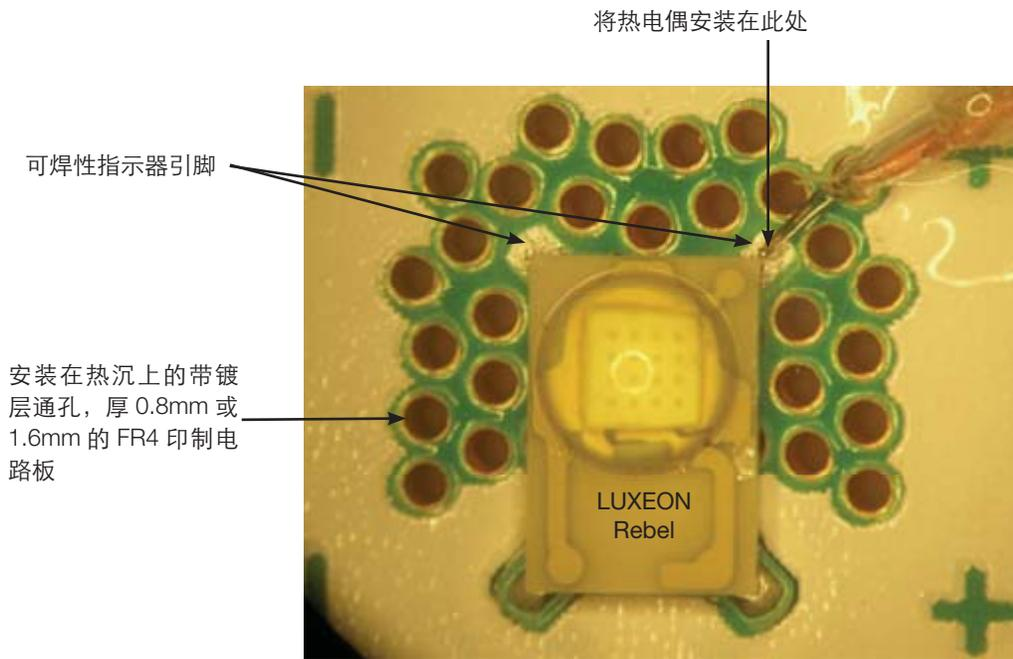

图 1. 可焊性指示器引脚与热电偶安装图
要确定组装在带镀层通孔，厚 0.8mm 或 1.6mm 的 FR4 印制电路板上的 LUXEON Rebel 二极管的  $R\theta_{J-Ref}$ ，最好的办法就是确定从 LED 结点到可焊性指示器引脚之间的热阻。我们将这个热特性参数称为  $\Psi_{J-S}$ 。可焊性指示器引脚是到 LUXEON Rebel 散热引脚的最低热量路径。该散热引脚的温度也叫外壳温度。我们可以将可焊性指示器引脚温度 ( $T_S$ ) 定为  $T_{Ref}$ ，并如图 1 所示，在两个引脚中的任意一个上安装一支热电偶。
4. 如图1所示, 将热电偶前端置于可焊性指示器引脚内。
2. 如图1所示, 将热电偶前端置于可焊性指示器引脚内。